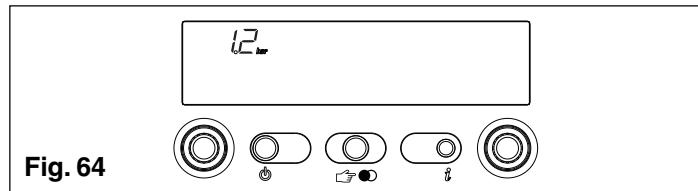

Fig. 64
**Info 2** affiche la pression de charge de l'installation (fig. 64)